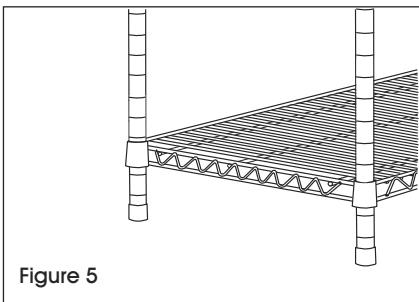

Figure 5
3. Placez l'unité à la verticale. Tapotez doucement la tablette vers le bas pour la fixer. (Voir Figure 5)